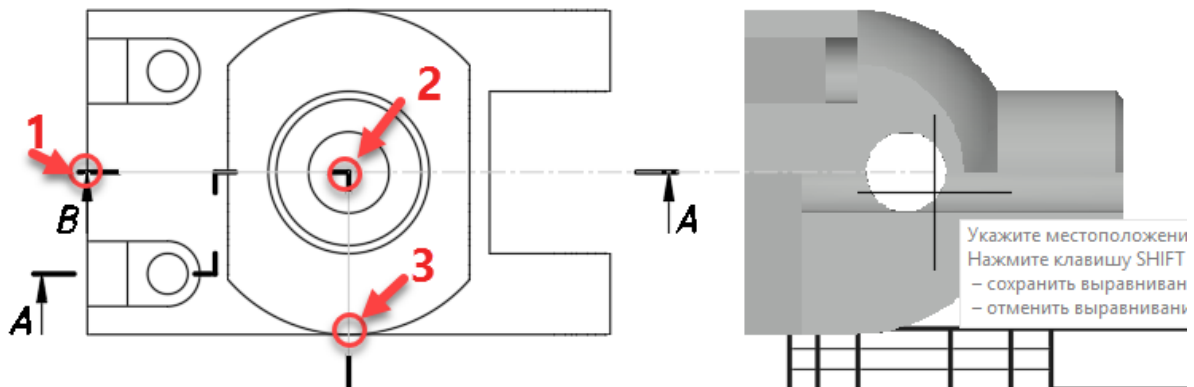

Рис. 4.29. Построение вида слева с профильным разрезом
*Укажите начальную точку или:* при помощи мыши и объектной привязки (середина, центр) укажите 3 точки на виде сверху, как на рис. 4.29.